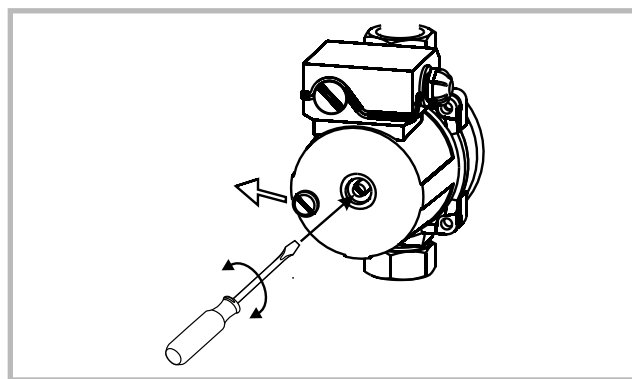

Figure 29 - Dégrippage du circulateur
- A la mise en service il est conseillé de vérifier que le(s) circulateur(s) tourne(nt) librement (fig. 29)